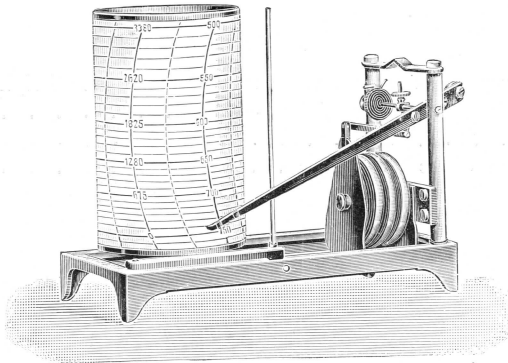

Fig. 7.
## Barograph für bemannte Ballons. (Fig. 7.)
**Barograph for manned balloons. (Fig. 7.)**
**Barographe pour ballons montés (Fig. 7.)**